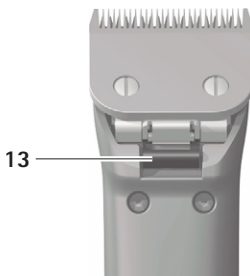

Fig. 4
- Presser le verrouillage de tête de tonte 13, voir Fig. 4.